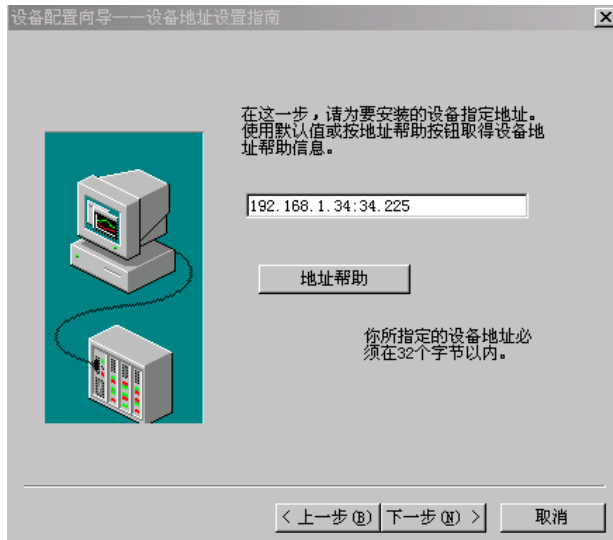

图 6.30 设备地址设置
- 单击“上一步”修改设备的选择，单击“下一步”弹出设备配置向导——“设备地址设置”，如下图 6.30 所示。在地址编辑栏中输入 192.168.1.34:34.225(具体含义请参见组态王 7.0 驱动帮助)。